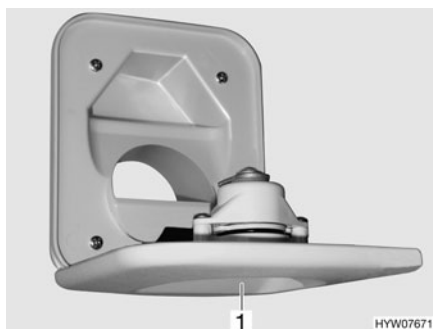

Fig. 229 Bec de remplissage d'eau fraîche pour les toilettes
- Ouvrir le bec de remplissage d'eau fraîche pour les toilettes (Fig. 229,1) au-dessus du portillon pour le réservoir pour matières fécales et le faire pivoter vers le bas.